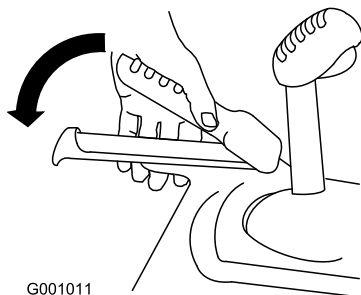

Bild 26
2. Kuppeln Sie den Fahrtriebshebel ein und halten ihn fest (Bild 26).